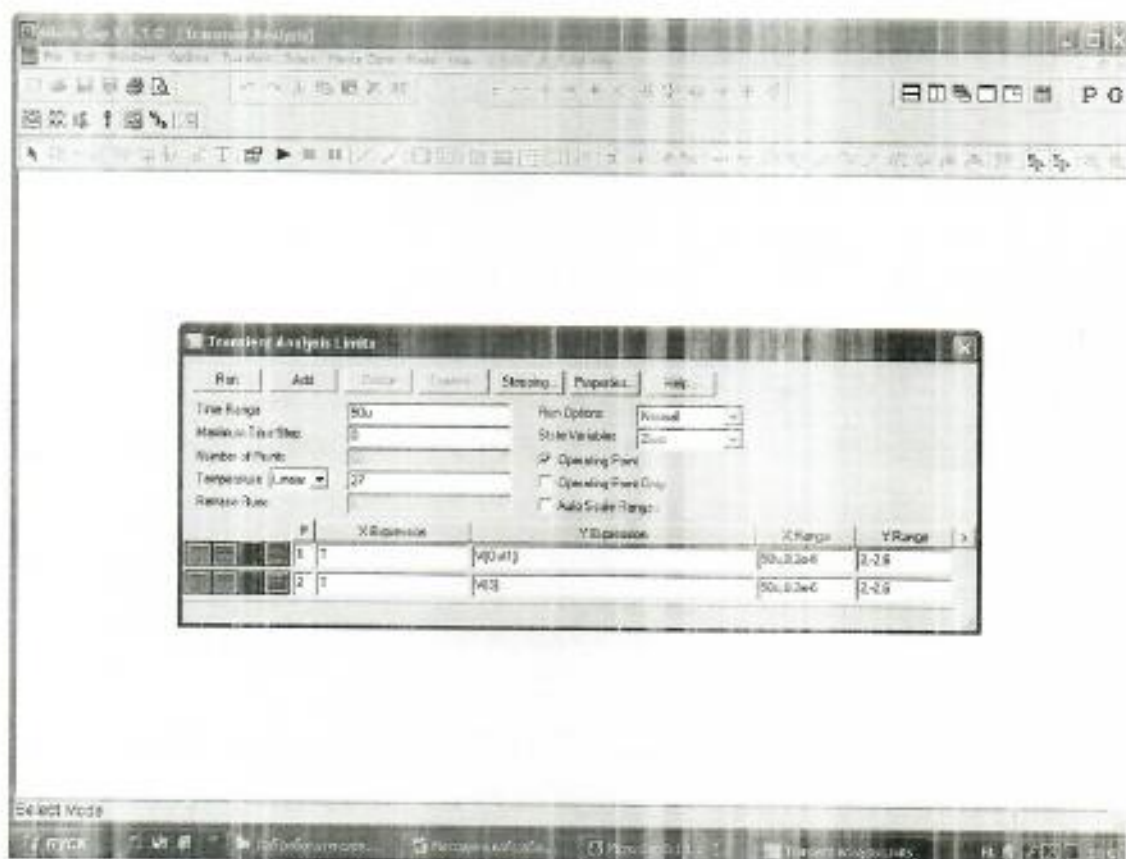

Рис. 6.9. Параметры моделирования эмиттерного повторителя на основе ОУ
21. Установить параметры моделирования схемы в соответствии с рис.6.9.